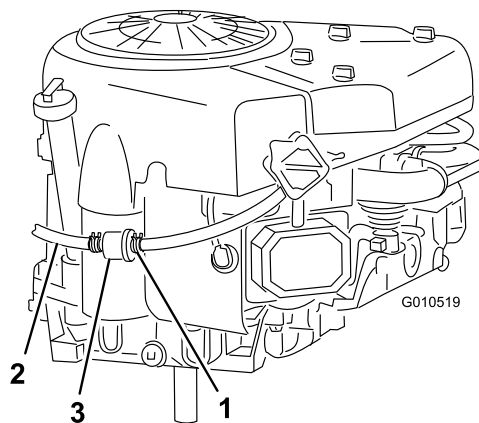

Figure 28
7. Pincez les extrémités du collier de fixation et poussez le collier en haut de la conduite d'alimentation, en direction du réservoir de carburant (Figure 28).
8. Débranchez la conduite d'alimentation du filtre à carburant (Figure 28) et laissez couler l'essence dans un bidon ou un bac de vidange.
10. Rapprochez le collier de serrage du filtre pour fixer la conduite d'alimentation et le filtre à carburant (Figure 28).
Le meilleur moment pour remplacer le filtre à carburant (Figure 28) est lorsque le réservoir à carburant est vide. Ne réinstallez jamais un filtre à carburant encrassé après l'avoir déposé de la conduite d'alimentation.